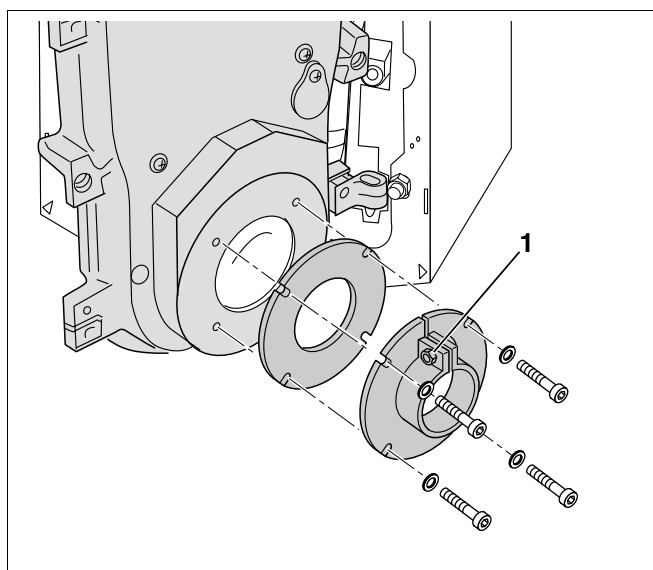

Fig. 6 Monte a flange junto com o vedante na caldeira
- Monte o queimador, a flange e o vedante utilizando os parafusos incluídos (Fig. 6).
- Aperte firmemente o parafuso de aperto da flange (Fig. 6, Item 1).